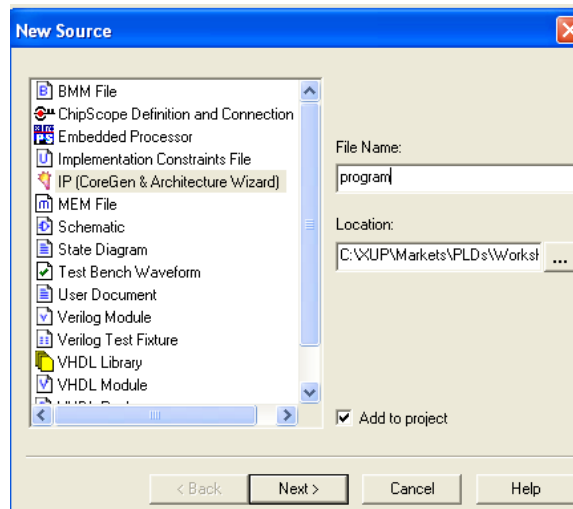

Рис. 1. Диалог создания нового объекта
- ❷ В диалоге New Source, выберите **IP (CoreGen & Architecture Wizard)** и напечатайте *program* в поле для ввода имени (File Name), как показано на **Рис. 1**